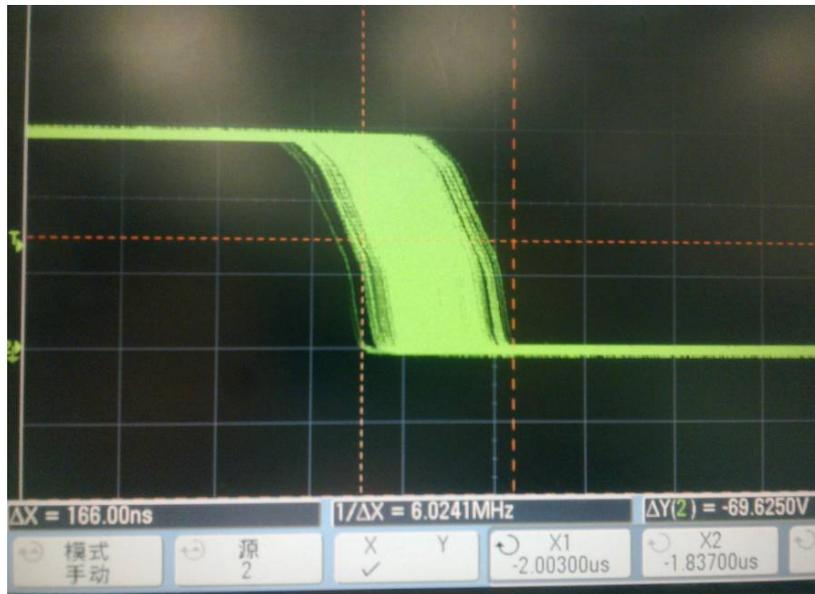
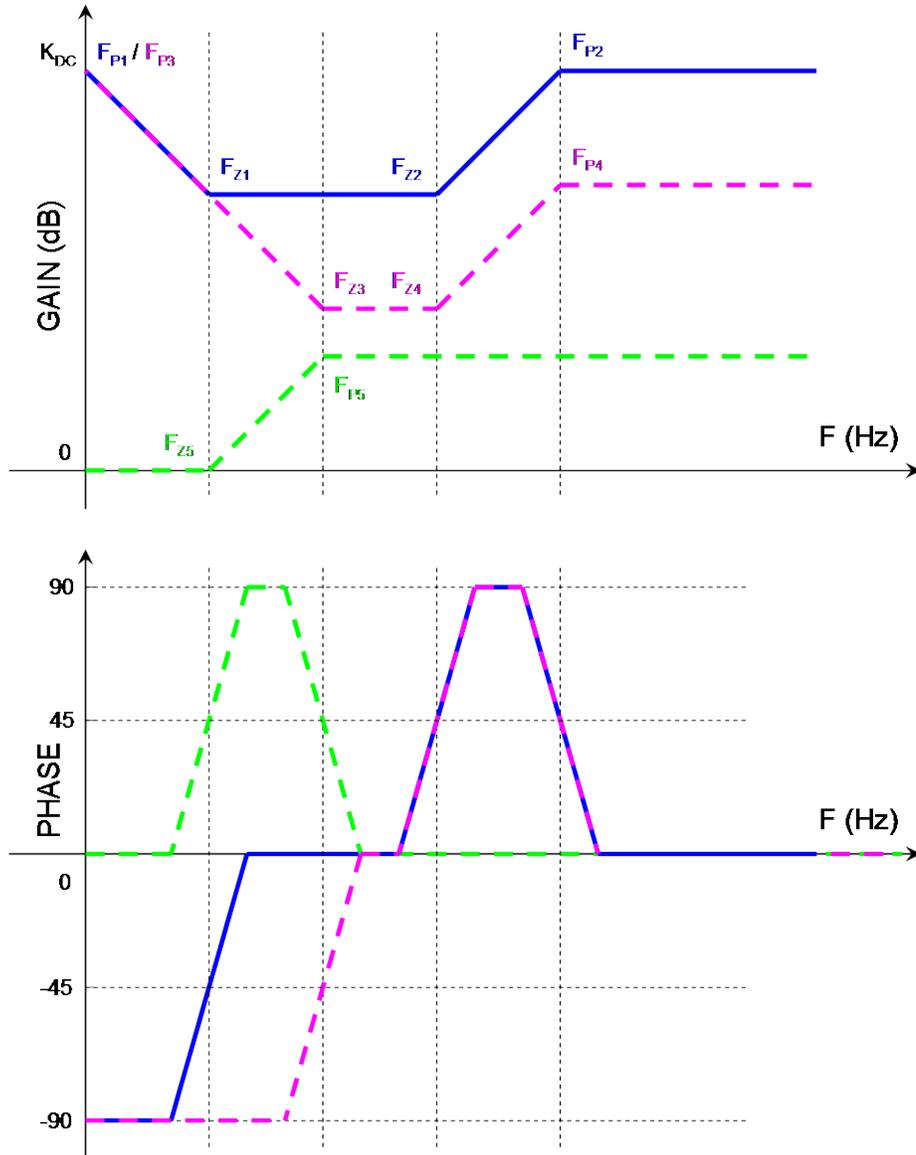
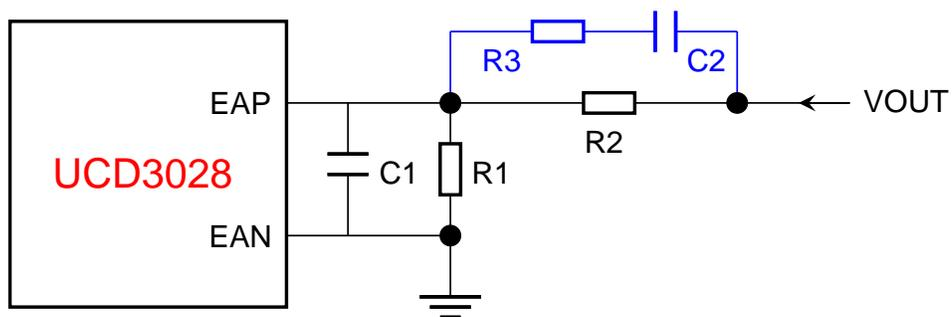
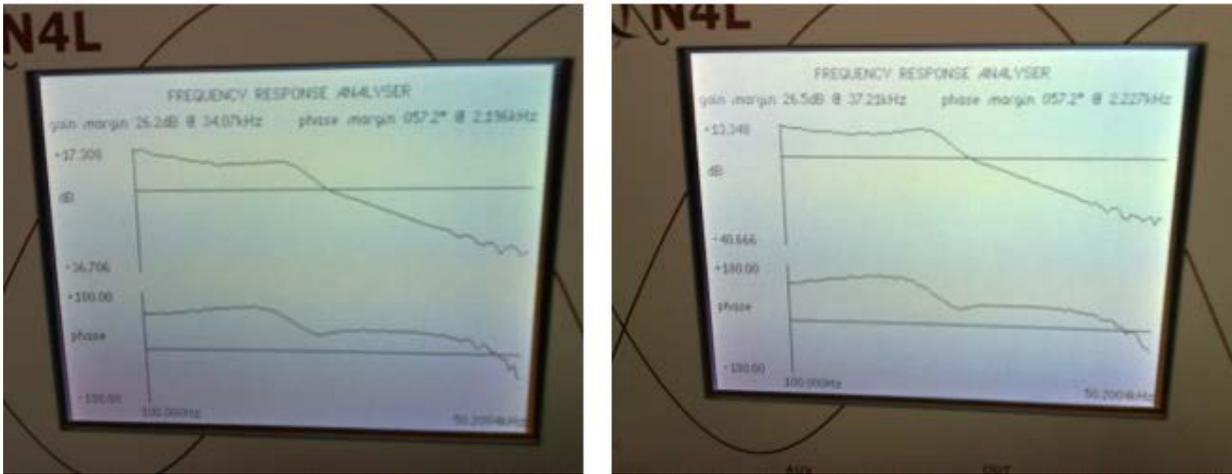

图1: DPWM 下降沿抖动波形
图3: 补偿环路伯特图
图4: 输出电压采样反馈电路
图 6: 优化前后系统实测波特图
有两种情况可以引起 DPWM 下降沿抖动范围较大：1、UCD30xx 的供电较差；2、UCD30xx 数字补偿器带宽较高。如果 UCD30xx 供电不稳，那么 DPWM 下降沿抖动大概为 100ns，除非改善供电，否则无论如何都减小不了抖动范围。因为大多数应用都使用 LDO 给 UCD30xx 供电，不存在供电不稳情况，所以本文主要讨论 UCD30xx 数字补偿环路变化对抖动的影响。图 1 是使用 UCD30xx 做为主控制器的某电源 DPWM 下降沿抖动波形。从图中可以看出，DPWM 下降沿抖动范围大约是 166ns。此电源除了 DPWM 抖动较大引起变压器噪声较大外，其它各种性能都满足要求。UCD30xx 可以灵活的配置零极点，本文主要介绍如何利用外加模拟零极点结合 UCD30xx 内部零极点的方法，在不改变所需环路带宽的前提下，降低 UCD30xx 输出 DPWM 下降沿抖动大小。
在公式 (2) 中，当我们确定了增益  $K_{DC}$ 、零点  $F_{Z1}$  和  $F_{Z2}$ 、极点  $F_{P1}$  和  $F_{P2}$ ，那么补偿环路的波特图就可以近似的描绘出来，如图 3 中蓝色实线所示。
图 4 是输出电压反馈电路，一般情况是不需要电阻  $R_3$  和  $C_2$ ，只需要  $R_1$ 、 $R_2$  和  $C_1$  即可。 $C_1$  的作用是滤除高频纹波（相当于一个高频极点）。当 DPWM 下降沿抖动太大而引起较高的噪音时，我们可以加上  $R_3$  和  $C_2$ ，这两个元件相当于在电路中引进了一个零点和一个极点，如图 3 中绿色虚线所示。
假设需要的补偿环路特性如图中蓝色实线所示，当我们加上  $R_3$  和  $C_2$  后，则需要 UCD30xx 内部补偿特性如图 3 中粉红色虚线所示，那么两个环路加起来才能和图中蓝线所示一致，也就是整个环路特性不变。选取方法是：让  $R_3$  和  $C_2$  带来的零点  $F_{Z5}$  等于所需的第一个零点  $F_{Z1}$ ；极点  $F_{P5}$  等于 UCD30xx 内部补偿器的第一个零点  $F_{Z3}$ ；UCD30xx 内部补偿器的第二个零点  $F_{Z3}$  等于所需补偿环路的第二个零点  $F_{Z2}$ ；UCD30xx 内部补偿器第二个极点  $F_{P3}$ （第一个极点为 0）等于所需补偿环路的第二个极点  $F_{P2}$ ；那么就可以组合成如蓝色实线所示的补偿环路。下面会通过一个实例来验证这个方法。
电源模块环路参数零极点分别是： $F_{Z1} = 1.5\text{kHz}$ ， $F_{Z2} = 10\text{kHz}$ ， $F_{P1} = 0\text{kHz}$ ， $F_{P2} = 12\text{kHz}$ ， $K_{DC} = 85\text{dB}$ 。这组参数可以满足系统要求，对应的  $b_{01}$ 、 $b_{11}$ 、 $b_{21}$ 、 $a_{11}$  以及  $a_{21}$  的值分别为：2.26172，-4.3125，2.05469，-1.90625 以及 0.90625。此时 DPWM 下降沿抖动比较大，如图 1 所示。另外，此时系统实测波特图如图 6 中左图所示。在满足系统带宽不变的条件下，来看如何降低 DPWM 下降沿抖动。图 4
中  $R_1$ 、 $R_2$  和  $C_1$  分别为 33K、1.5K 和 1nF。现在加上  $R_3$  和  $C_2$ ，分别为 10K 和 2nF。经过计算可知， $R_3$  和  $C_2$  引进的零极点分别为  $F_{Z5}=1.8\text{kHz}$ ， $F_{P5}=8\text{kHz}$ 。我们修改 UCD30xx 补偿环路的零极点， $F_{Z3}=8\text{kHz}$ ， $F_{Z4}=10\text{kHz}$ ， $F_{P3}=0\text{kHz}$ ， $F_{P4}=12\text{kHz}$ ， $K_{DC}=85\text{dB}$ 。此时对应的  $b_{01}$ 、 $b_{11}$ 、 $b_{21}$ 、 $a_{11}$  以及  $a_{21}$  的值分别为：0.43555，-0.80762，0.37402，-1.9043 以及 0.9043。从系数我们就可以看出，值比起以前减小了很多，从而引起的 DPWM 抖动也会小很多，如图 5 所示。可以看出下降沿抖动下降了一半，只有 83ns 了，变压器噪声也减小了许多。虽然 UCD30xx 内部零极点改变了，因为外面加了模拟的零极点，所以系统的整个带宽没有多大的变化，如图 6 中右图所示。从图 6 可以看出，系统整个闭环特性基本没有变化，但 DPWM 的抖动降低了许多，从而降低了变压器噪声。